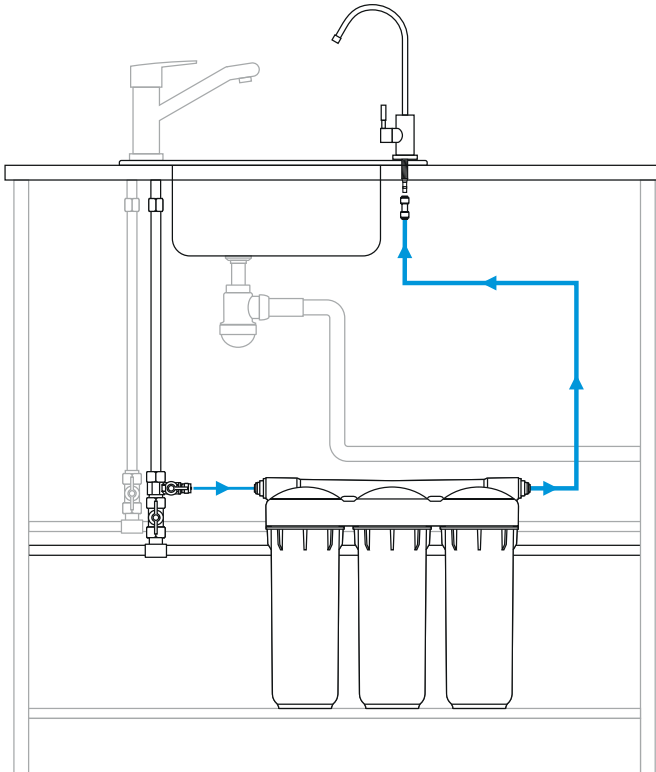

Рис. 2
4. Накрутите переходник на трубу (рис.2) и присоедините гибкую подводку от смесителя (рис.3).